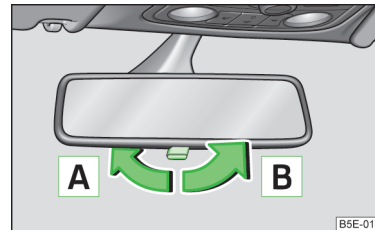

Abb. 43
- Den Hebel an der Spiegelunterkante in Richtung Frontscheibe einstellen (der Spiegel blendet ab) **A** » Abb. 43.